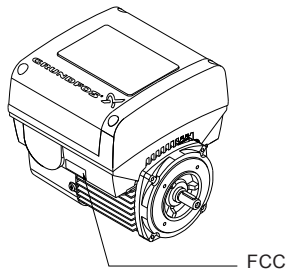

Рис. 66 Маркировка FCC
10. Если модуль СИМ поставляется с маркировкой FCC, закрепите её на клеммной коробке. См. рис. 66.